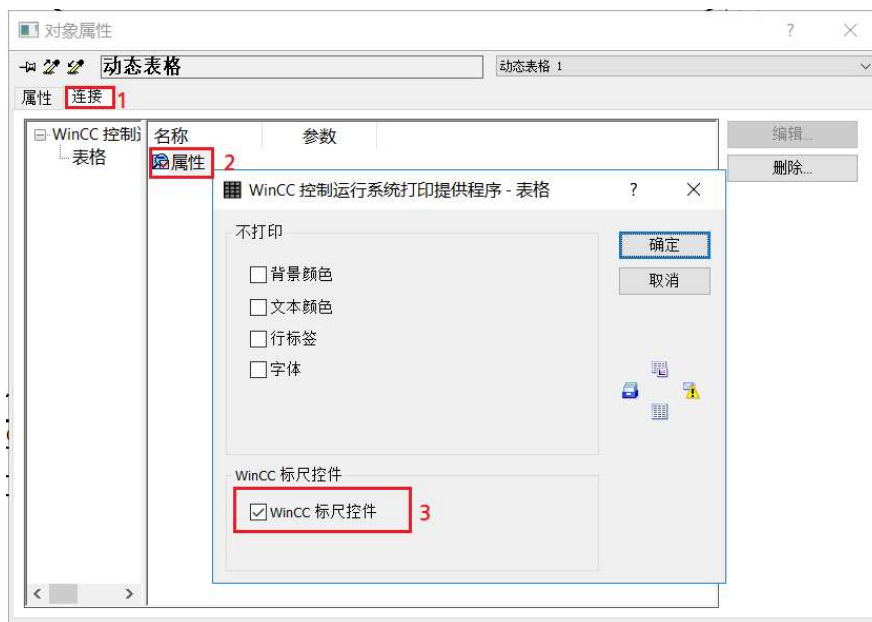

图 16
4. 双击打开“WinCC 控制运行系统打印提供程序.表格”的属性对话框。激活“WinCC 标尺控件”项。如图 16 所示。组态完成后保存布局。